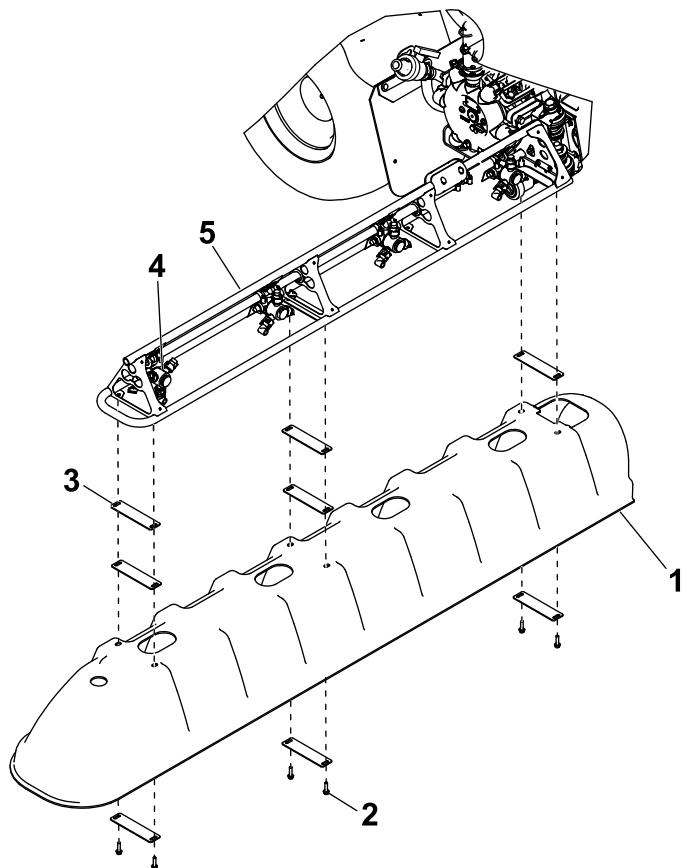

Figura 10
2. Installate una delle coperture delle barre laterali (Figura 10) utilizzando 8 rondelle piatte, 6 bulloni a testa esagonale (5/16" x 1 1/4") e 6 dadi a U.
Nota: Montate piastre delle rondelle aggiuntive tra le coperture delle barre esterne e il telaio della trave della sezione delle barre esterne per aggiungere gioco tra le coperture in base alle esigenze. Vedere Figura 10.